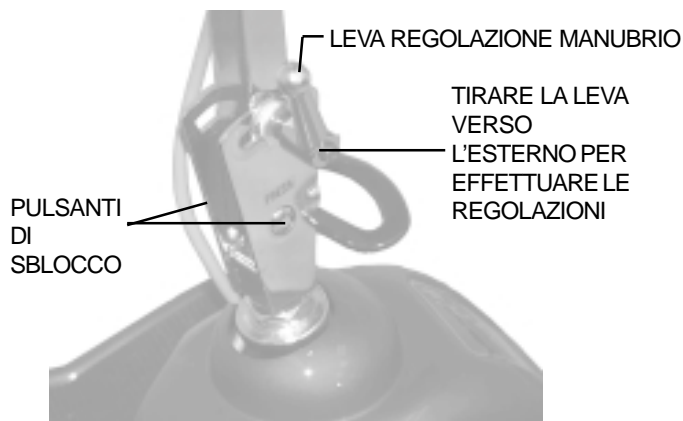

FIGURA 10A. REGOLAZIONE INCLINAZIONE MANUBRIO (SENZA MANICOTTO)
2. Premere il pulsante di sblocco del manubrio e sistemarlo in una posizione che risulti comoda. Si veda figura 10A.